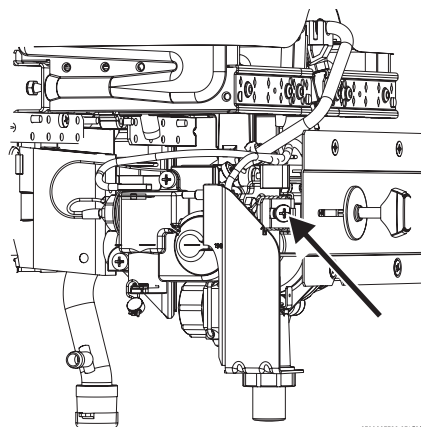

Fig. 13 Șurubul de reglare a debitului minim de gaz
- ▶ Folosind șurubul de reglare (fig. 13), reglați presiunea până atinge valorile indicate în tabelul 6.